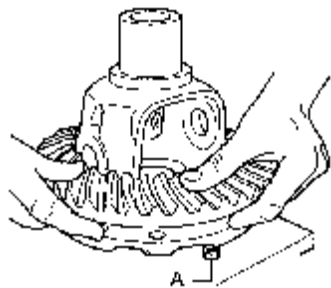

图 9-130 安装盆形齿轮
(9) 把盆形齿轮加热到 100℃，然后进行安装。放上盆形齿轮时，应使用自制的定心销 A（图 9-130 所示）并采取一定措施保护手免受伤害。